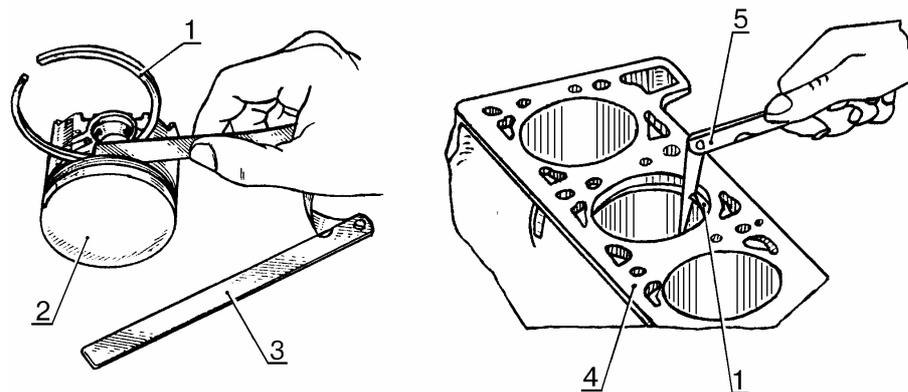

Рис.42.
- проверить зазоры по высоте между поршневыми канавками и кольцами и зазоры в замках колец. Зазор между кольцом 1, рис.42, и стенкой канавки поршня 2 для верхнего компрессионного кольца должен быть от 0,04 до 0,07 мм, для второго - от 0,03 до 0,06 мм, для чугунного маслоъемного кольца - от 0,02 до 0,05 мм. Для стальных трехэлементных маслоъемных колец данный зазор не измеряется. Зазор в замке поршневых колец должен быть от 0,25 до 0,45 мм. Поршневое кольцо с зазором в замке превышающем 0,45 мм заменить, при зазоре менее 0,25 мм допускается зашлифовать стыковые поверхности кольца (набор щупов, надфиль).